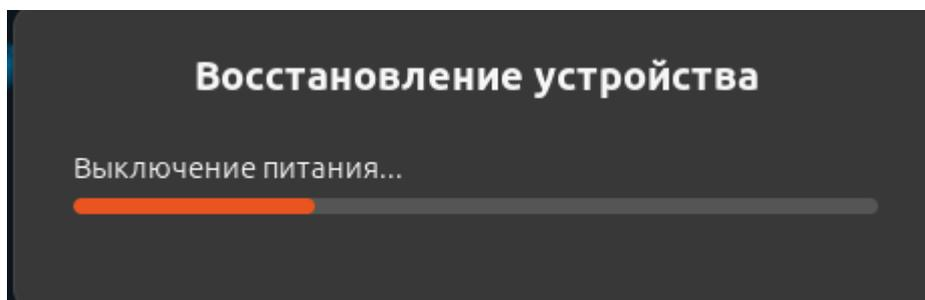

Рисунок II-37 – Уведомление о восстановлении устройства
- не успешном – запустится восстановление устройства (см. Рисунок II-37).